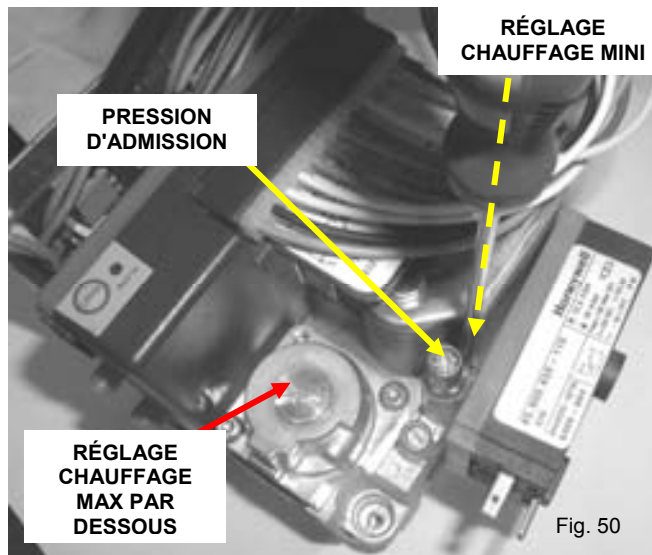

Fig. 50
- Brancher le manomètre sur la prise de pression d'admission (**Figure 50**) de la vanne de régulation gaz, après avoir desserré la vis d'un tour.